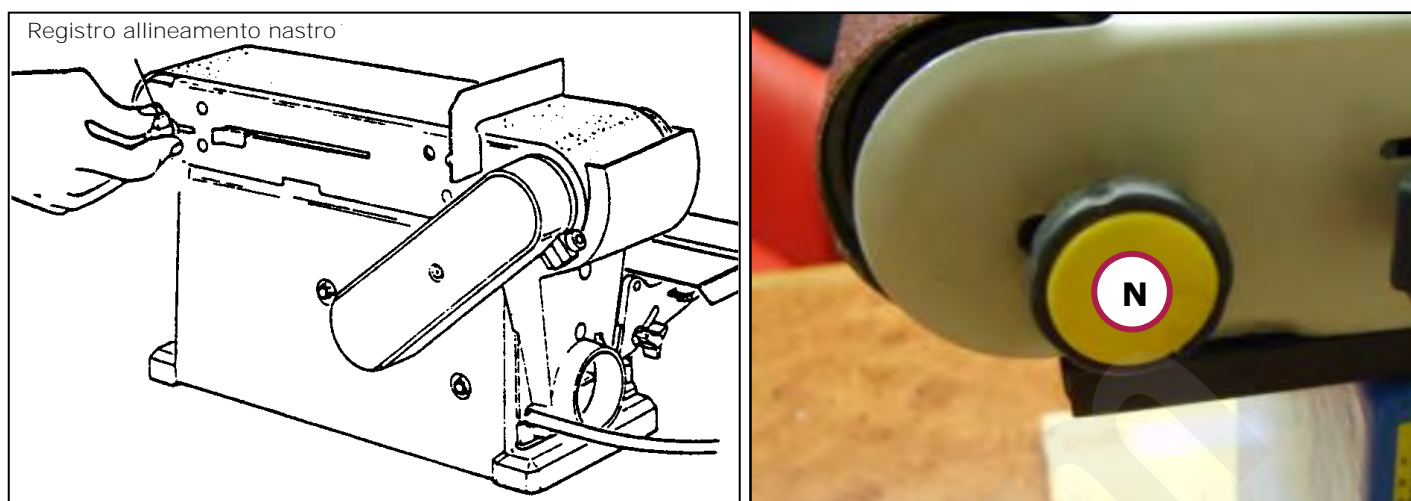

Figura 14 – Allineamento del nastro abrasivo.
3. Spostate la leva (M) a sinistra (dalla parte del motore elettrico) per mettere in tensione il nastro abrasivo.
5. Se il nastro tende a sfilarsi, muovendosi verso il disco abrasivo, ruotate la manopola di allineamento (N) in senso orario per $\frac{1}{4}$ di giro (figura 14), quindi riavviate la macchina per qualche secondo e controllate se il nastro tende ancora a muoversi.
6. Viceversa, se il nastro si muove in direzione opposta al disco abrasivo, ruotate la manopola di allineamento (N) in senso antiorario per $\frac{1}{4}$ di giro (figura 14), quindi riavviate la macchina per qualche secondo e controllate se il nastro tende ancora a muoversi.